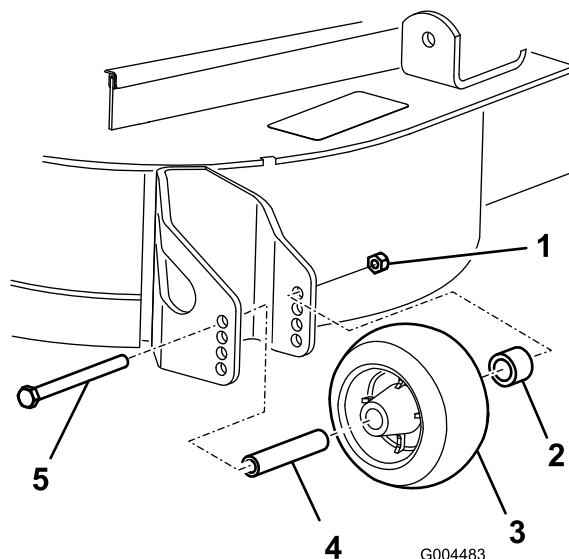

Figure 18
- Après avoir réglé la hauteur de coupe, réglez les galets en retirant l'écrou à collerette, la bague, l'entretoise et le boulon (Figure 18).
- Posez l'écrou à embase, la bague, l'entretoise et le boulon. Serrez à un couple de 54 à 61 Nm (Figure 18).